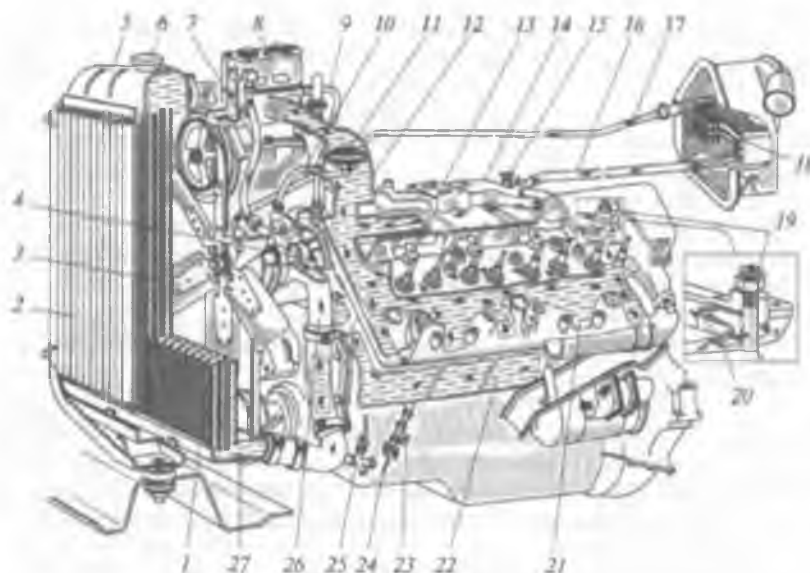

Рис. 1.5.
Иллюстративный материал — рис. 1.5 — 1.12, учебные плакаты.
1. Изучить устройство агрегатов и работу системы охлаждения двигателя ЗИЛ-130 (использовать рис. 1.5).